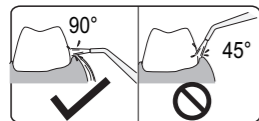
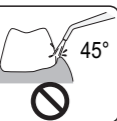

Рис.4.8
Рис.4.9
4.8. Правильно струя воды должна подаваться под углом 90° (рис.4.8) к поверхности зуба. Неправильно, когда угол 45° и менее (рис.4.9) - через некоторое время это может вызвать эрозию десны.